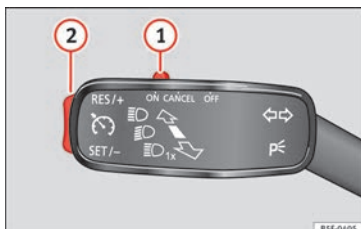

Fig. 188 La palanca de los intermitentes y de las luces de carretera: teclas del regulador de velocidad.
- Mueva el conmutador **1** » **fig. 188** a la posición **ON**.
- Pulse la tecla basculante **2** » **fig. 188** » **pág. 190** en posición **RES**.
- La velocidad programada se puede **reducir** pulsando la tecla **2** » **fig. 188** » **pág. 190** en posición **SET**.
El regulador de velocidad **se desconecta temporalmente** desplazando el conmutador **1** » **fig. 188** » **pág. 190** a la posición **CANCEL**, o bien pisando el pedal de freno o embrague.
- Mueva el conmutador ① » fig. 188